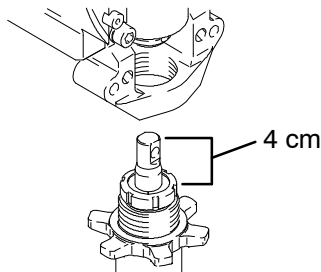

Fig. 18
1. Fig. 18. Sortir la tige de piston de 3,8 cm. Visser la pompe jusqu'à ce que les trous de la tige transversale et de la tige de piston soient alignés.